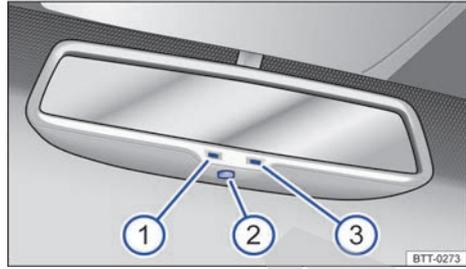

Fig. 74 En el parabrisas: espejo retrovisor interior antideslumbrante automático.
- ① Luz de control.
- ② Interruptor.
- ③ Sensor para reconocer la incidencia de luz por detrás.
El antideslumbrante automático se puede conectar y desconectar con el interruptor en el espejo retrovisor interior → fig. 74 ②. Si está conectado el antideslumbrante automático se enciende la luz de control → fig. 74 ①.
- Un sensor del lado que indica hacia el interior del vehículo, que mide la incidencia de luz desde *atrás* → fig. 74 ③.